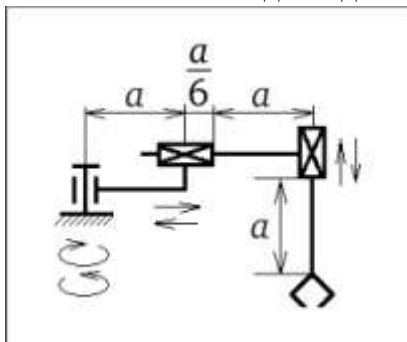

Рисунок 3. Исходные данные к практическому заданию 1.3
1.3. Произвести аналитический расчёт и графическое отображение рабочей зоны робота-манипулятора, основанного на цилиндрической системе координат. Выразить результат вычислений через переменную расстояния «а». Исходные данные рис.3.